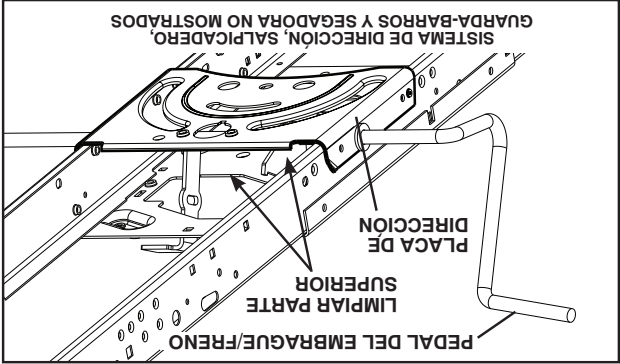

Fig. 19
- Limpie los desechos de la placa guía. Los desechos pueden limitar el movimiento del eje del pedal del freno/embrague, lo que hará que patine la correa y que se pierda la tracción. Vea Fig. 19.